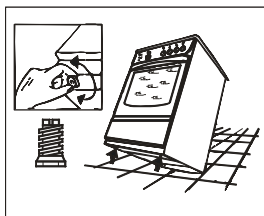

Рисунок 4
- Для этого необходимо наклонить плиту и отрегулировать ножки вручную или при помощи шестигранного ключа на 8 (Рисунок 4).